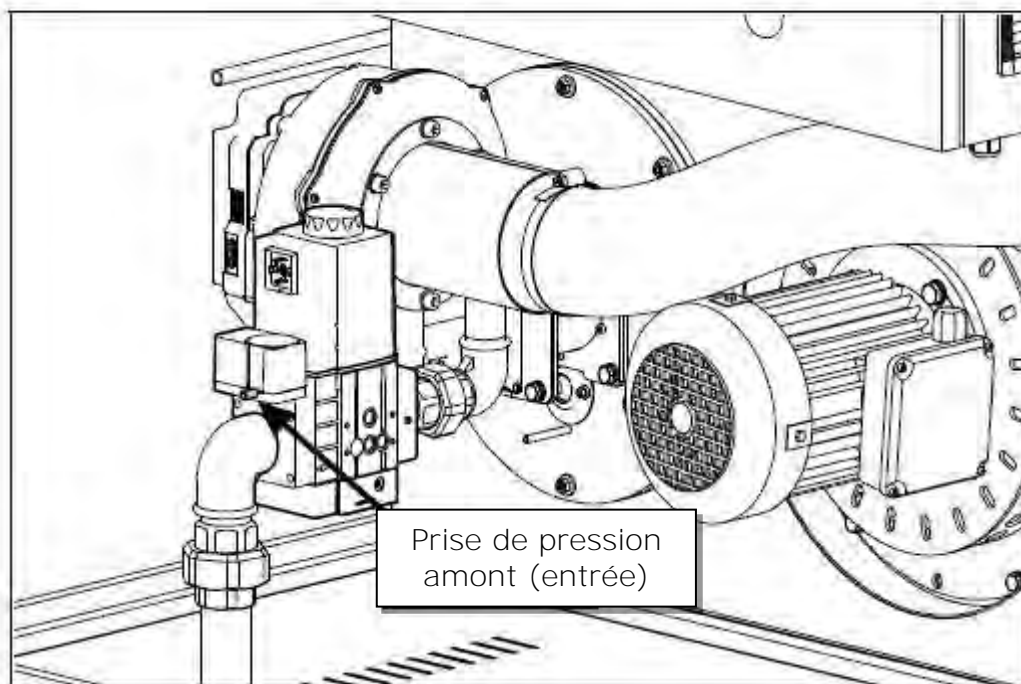

Fig. 46
- 6) Vérifier la présence de gaz **en faisant une mesure statique, brûleur éteint, à l'entrée de l'électrovanne gaz (Fig.46).**